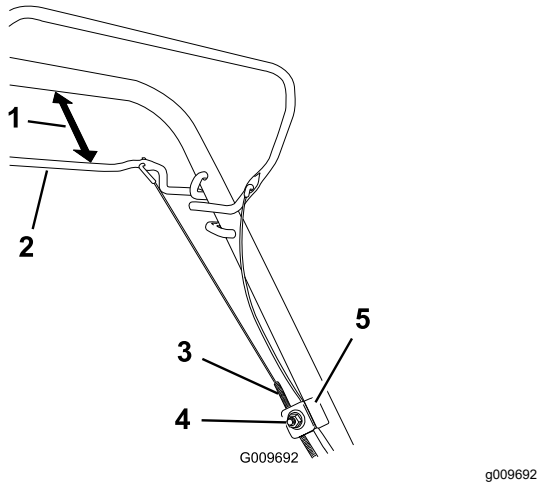

Figura 22
1. Desaperte porca de suporte do cabo (Figura 22).
2. Segure a barra da transmissão autopropropulsora 25 a 38 mm do manípulo (Figura 22).
3. Puxe o invólucro do cabo (para máquina) até não haver folga no cabo (Figura 22).